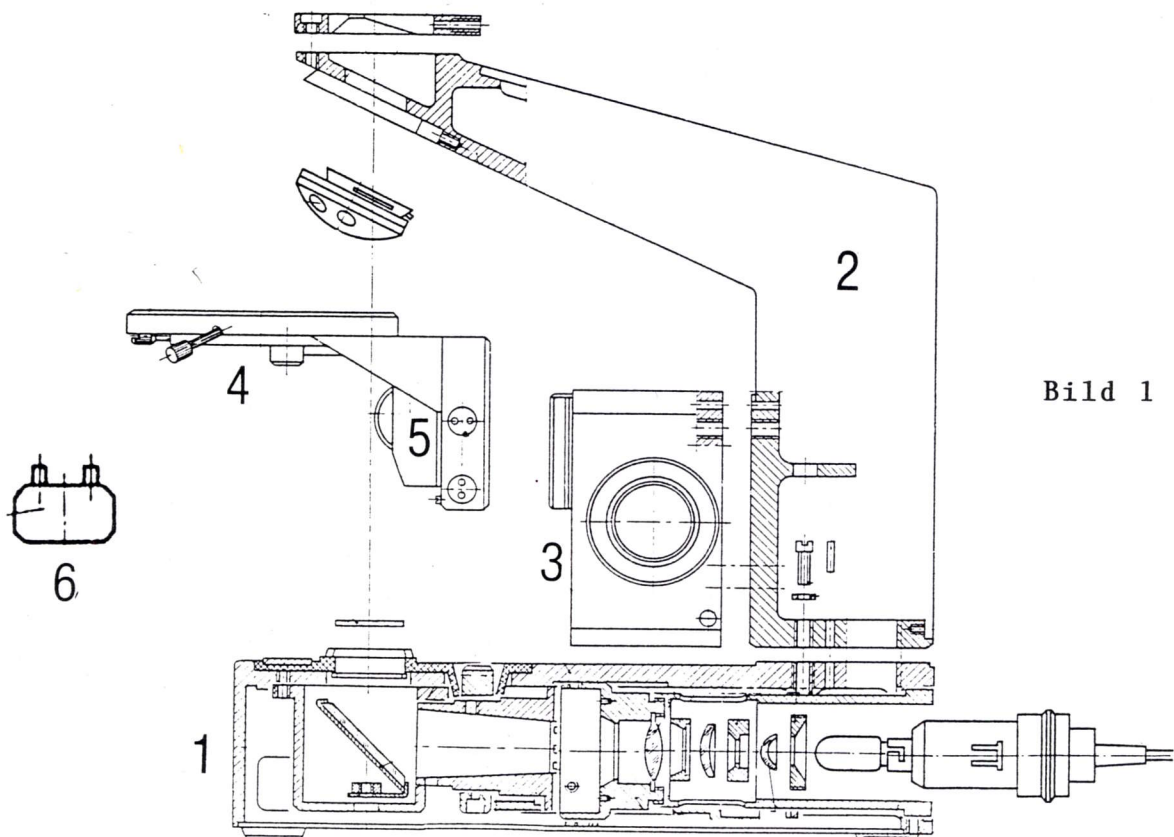

Bild 1
Das sehr robuste Stativ des Mikroskops BIOLAR besteht aus drei miteinander verschraubten Bauteilen (Bild 1): Dem **Stativfuß** (1), der auch das Kollektorsystem und die Leuchtfeldblende der Köhlerschen Beleuchtung enthält, dem **Stativarm** (2) mit der Reduzierfassung für die Ringschwalbe der Tuben und der Führung für den wechselbaren Objektivrevolver und dem **Triebkasten** (3) mit koaxial gelagertem Grob- und Feintrieb. Der **Tischträger** (4) mit dem **Kondensortrieb** (5) wird mit seiner Schwalbenschwanzführung auf die entsprechende Schiene am Triebkasten geschoben,